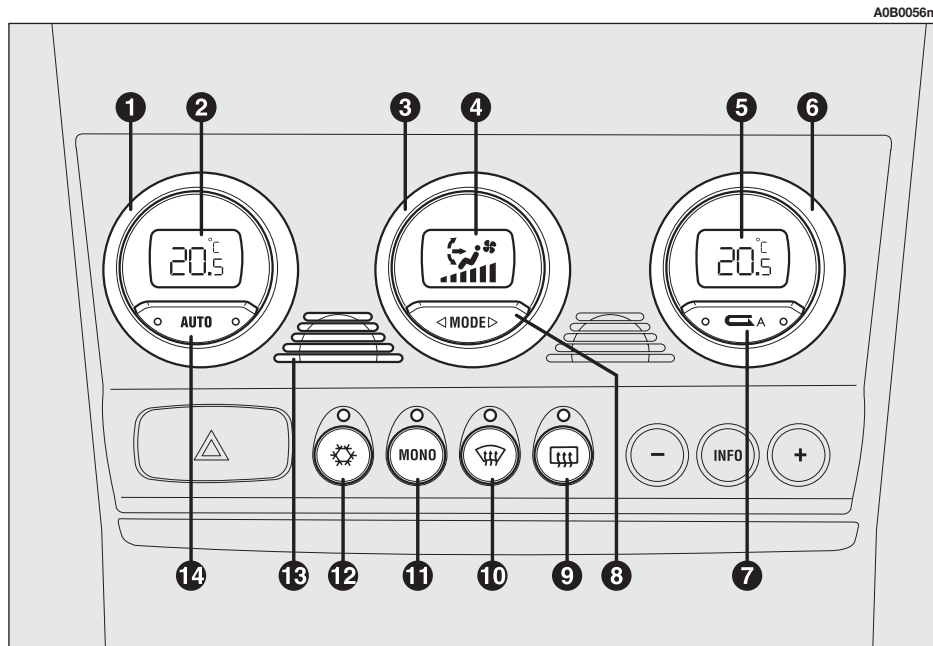

fig. 101
**COMMANDES (fig. 101)**
## COMMENT UTILISER LE CLIMATISEUR AUTOMATIQUE BI-ZONE (fig. 101)